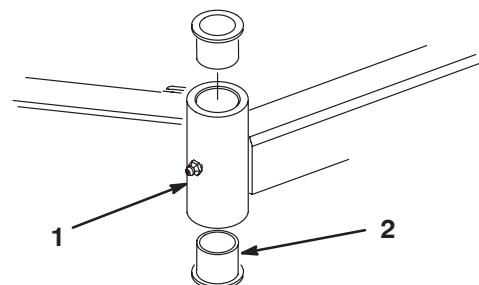

Bild 85
4. Stecken Sie einen Treiberdorn in die Ober- oder Unterseite des Befestigungsrohrs und treiben die Büchsen aus dem Rohr (Bild 85). Treiben Sie dann die andere Büchse aus dem Rohr heraus. Reinigen Sie die Innenseite der Rohre.